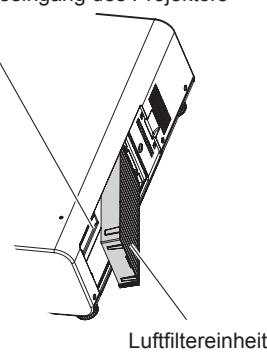

Abb. 3
- Wenn Sie die Luftfiltereinheit herausgezogen haben, entfernen Sie, falls vorhanden, große Fremdkörper und Staub aus dem Fach der Luftfiltereinheit und aus dem Lüftungseingang des Projektorgehäuses. (Abb. 3)